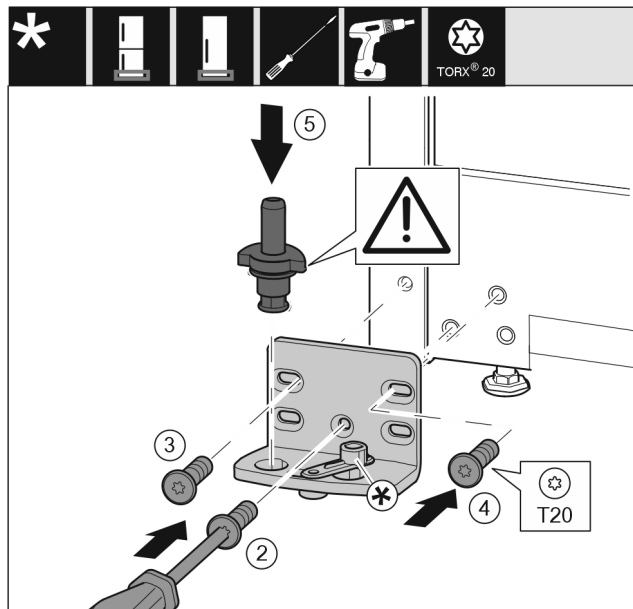

Fig. 16
- ▶ Εφαρμόστε το στήριγμα στην άλλη πλευρά και βιδώστε το με τη βοήθεια ενός κατσαβιδιού T20. Αρχίστε με τη βίδα 2 κάτω στο κέντρο. Fig. 16 (2)
- ▶ Σφίξτε τη βίδα 3 και 4. Fig. 16 (3,4)
- ▶ Τοποθετήστε ολόκληρο τον πείρο. Βεβαιωθείτε ότι το έκκεντρο ασφάλισης είναι στραμμένο προς τα πίσω. Fig. 16 (5)